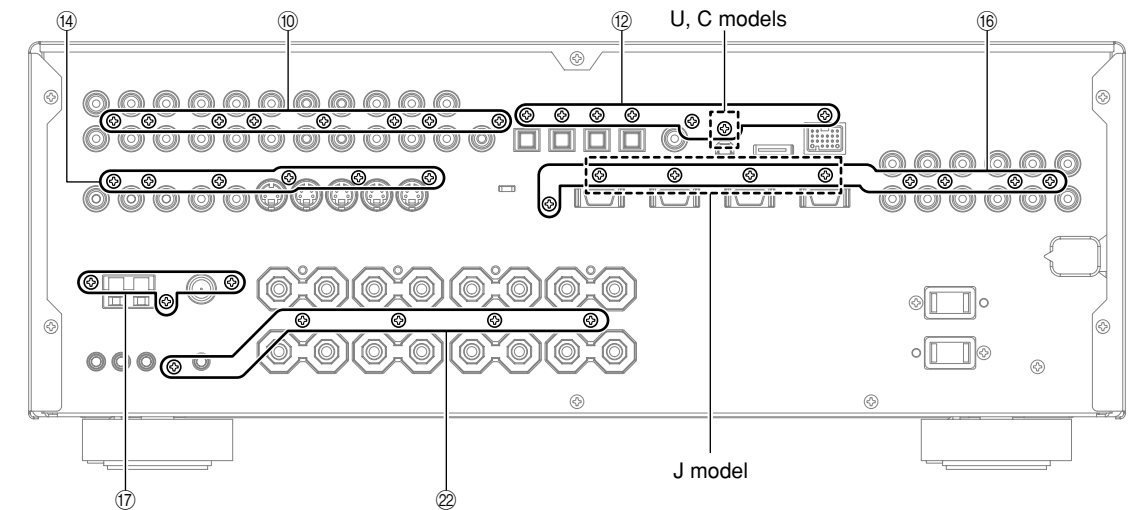

Fig. 4
- b. Remove 5 screws (16). (Fig. 4)
- b. ⑯のネジ9本を外します。(Fig. 4)
- a. Remove 3 screws (17). (Fig. 4)
- a. ⑰のネジ3本を外します。(Fig. 4)
- c. Remove 5 screws (22). (Fig. 4)
- c. ㉒のネジ5本を外します。(Fig. 4)